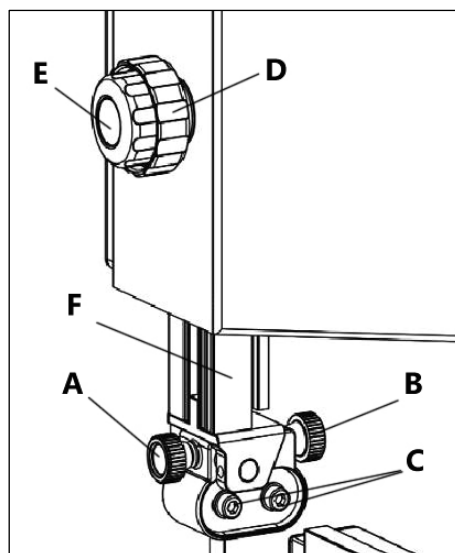

Рисунок 12.
- Установите верхнюю направляющую пильного полотна с помощью ручки регулировки D (рис. 12) на нужную высоту, ослабив фиксирующую ручку E. После регулировки обязательно затяните ручку фиксации E.